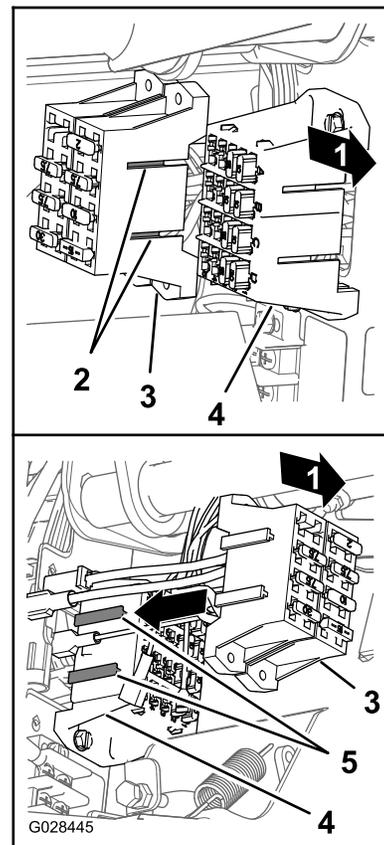

Bild 24
4. Fluchten Sie die T-Anschlussstücke am Sicherungskasten für das Sprühfahrzeug mit den T-Schlitz des Sicherungskastens für die Maschine aus und schieben Sie den Sicherungskasten des Sprühfahrzeugs in die Schlitz, bis der Sicherungskasten einrastet (Bild 24).